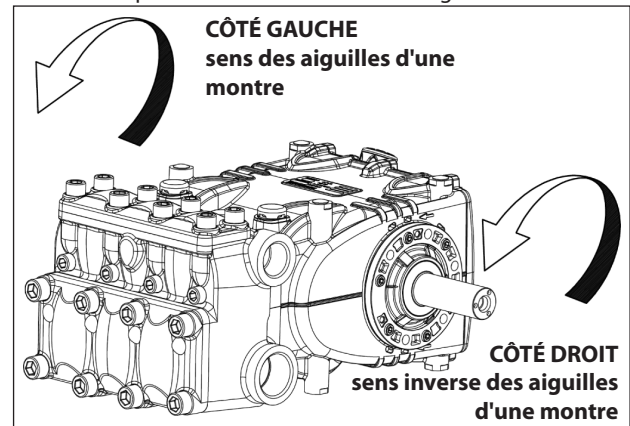

Fig. 5
En se plaçant face à la culasse de la pompe, le sens de rotation devra correspondre aux indications de la Fig. 5.
**N.B.** La version représentée sur la Fig. 5 est celle de droite.